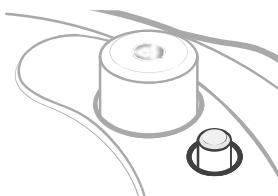

Abbildung 1.7
- Ein ausgefahrenes Schwimmerventil bedeutet, dass im Inneren Druck herrscht. **[Abbildung 1.7]**